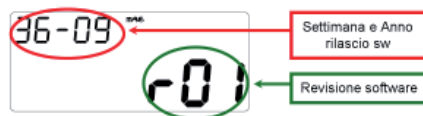
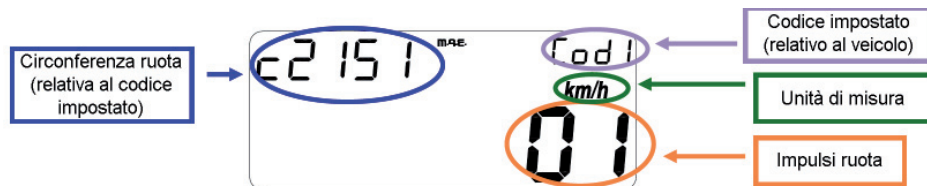

Fig. 17
Fig. 19
- I^a pagina (ad ogni collegamento con la batteria veicolo): Versione e data di rilascio del software (per circa 3 secondi) (fig. 17).
- III^a pagina (ad ogni accensione dello strumento): Visualizzazione dei parametri impostati (fig. 19).
- 1st page (at every connection with vehicle battery): Software version and date of issuing (for approx. 3 seconds) (fig. 17).
- 3rd page (every time the instrument is switched on): Display of set parameters (fig. 19).
- Visualizzazione delle schermate come fig. 17 e fig. 19 per circa 3 sec.
- Screens displayed as shown in fig. 17 and fig. 19 for approx. 3 sec.